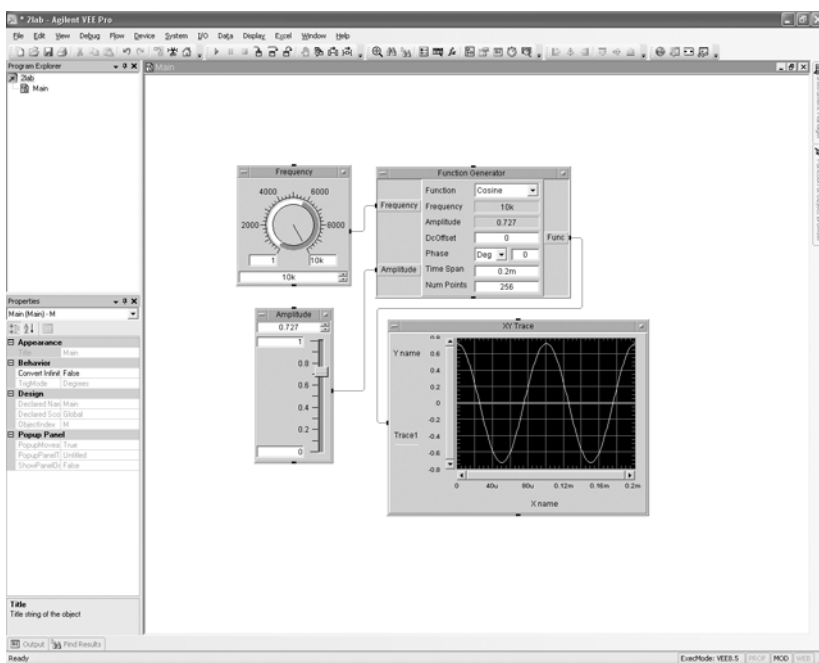

Рис. 2.4
1. Пользуясь изложенным ранее материалом создать программу, отображающую сгенерированный сигнал, получить на экране изображение, аналогичное рис. 2.4.